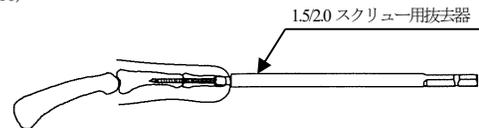

図10
- 1) 1.5/2.0 スクリュー用ハローリーマー、1.5/2.0 スクリュー用抜去器を用いて、スクリュー後端の周囲の骨を掘削して抜去します。詳細手順は【HJ-3ZN】1.5/2.0 スクリュー抜去セットの添付文書を参照して下さい。(図10)